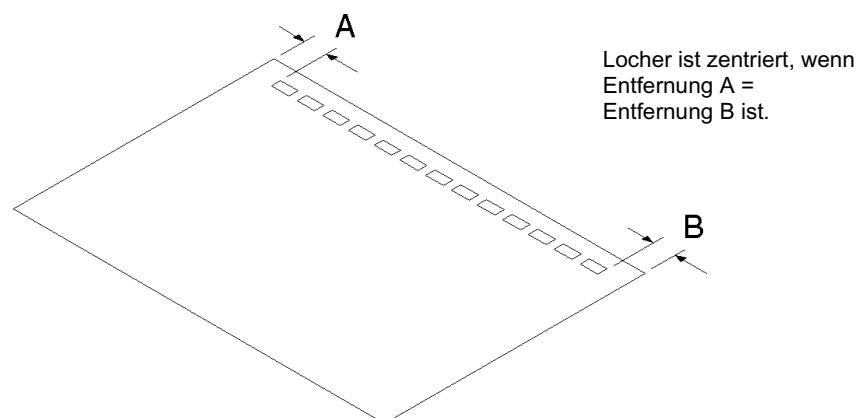

Abbildung 2-5: Überprüfung der Lochzentrierung
- 8 Überprüfen Sie die Zentrierung der gestanzten Löcher, wie in Abbildung 2-5 gezeigt.